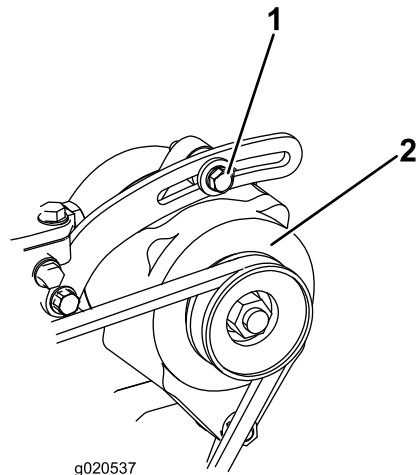

Figure 64
Vérifiez l'état et la tension de la courroie (**Figure 64**) toutes les 100 heures de fonctionnement.
2. Si vous n'obtenez pas une flèche de 10 mm ($\frac{3}{8}$ po), desserrez les boulons de fixation de l'alternateur (**Figure 64**). Augmentez ou diminuez la tension de la courroie d'alternateur et serrez les boulons. Contrôlez de nouveau la flèche de la courroie pour vérifier si la tension est correcte.